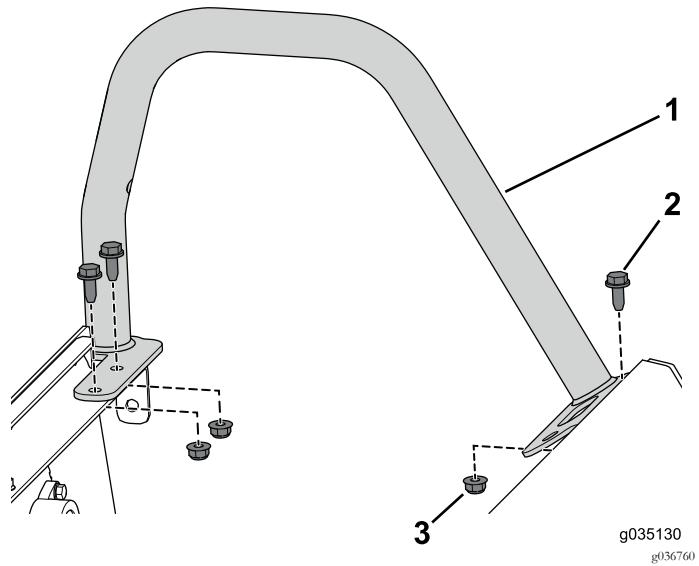

図 54
2. 左側腰部ガードを固定しているフランジボルト3本とフランジナットを外す図 54。